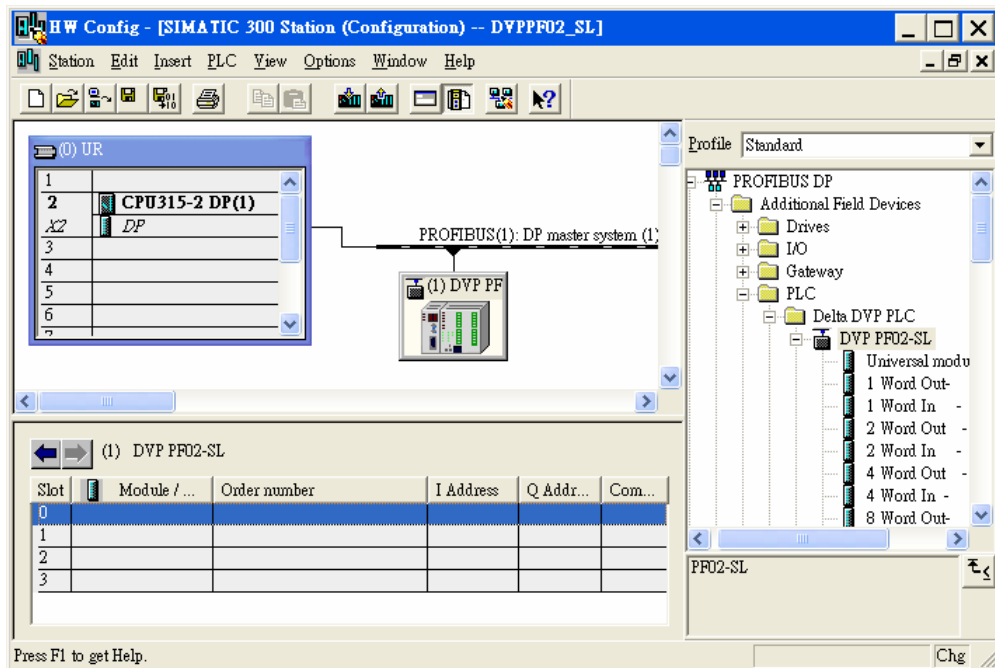

图 10-23
4. 如图 10-23 所示，选中槽(Slot) 0，双击右栏内“1 Word Out”组态选项。